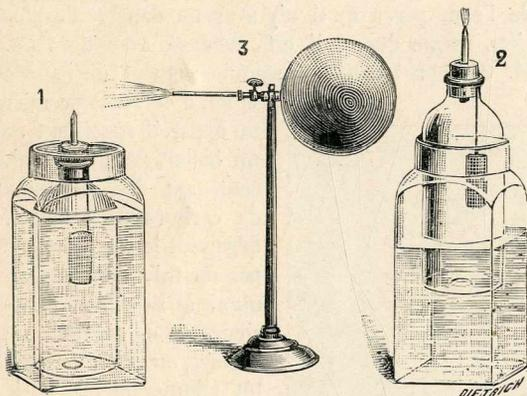

Fig. 2. — Appareil d'amateur pour la production du gaz acétylène.
M. O'Conor Sloane, au commencement de l'année 1895, a décrit le premier un appareil consistant en un ballon de verre qui, contenant des morceaux de carbure de calcium, dégageait le gaz acétylène par un tube dont il était muni à sa partie supérieure. En ouvrant un robinet, on pouvait aussitôt allumer le jet, et le transformer en une belle flamme. La première lampe à acétylène était faite¹. Aujourd'hui, les constructeurs ont étudié ce système d'éclairage si singulier, si facile à produire et si intéressant. M. Trouvé s'est récemment attaché à la question d'une lampe pratique à l'acétylène, et nous allons faire connaître le petit appareil intéressant qu'il a d'abord construit pour les amateurs. Cet appareil (fig. 2) est fait avec un petit bocal de laboratoire percé d'un trou dans son fond, et dont
l'orifice supérieur est muni d'un bouchon au travers duquel on a fait passer un tube de verre effilé qui peut servir à faire brûler le gaz combustible. Ce bocal, percé par le fond, s'introduit dans un grand vase, comme le montre la figure 2 (dans le n^o 1). On suspend dans le bocal un petit panier en fil de
fer où l'on a mis des fragments de carbure de calcium. Le n° 2 de la figure 2 montre l'introduction du bocal dans le vase réceptif aux deux tiers rempli d'eau; et quand le bocal est plongé, l'eau s'y élève par le trou inférieur du bocal; l'acétylène se forme aussitôt et se dégage à l'extrémité du tube où on l'allume. On peut ajouter à ce système un ballon que l'on adapte à l'extrémité d'un support, après l'avoir rempli de gaz; il forme un petit gazomètre (fig. 2, n° 3).